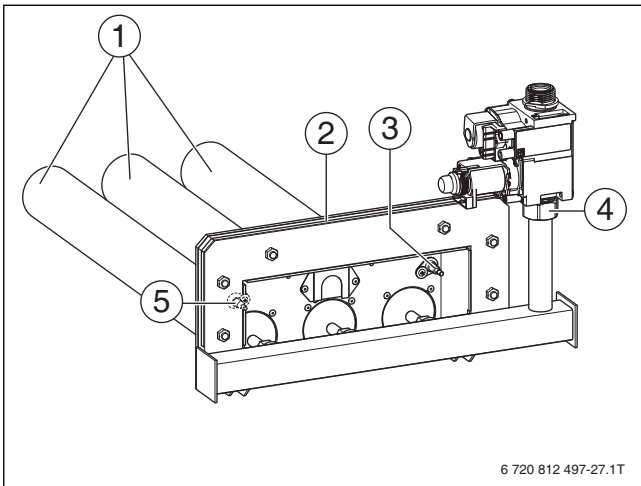

Рис. 39 Чистка горелки
- ▶ Присоедините клапан резьбовым соединением [4] с моментом затяжки 60-65 Н\*м, ориентируя его относительно фланца горелки (→ рис. 39, стр. 35).